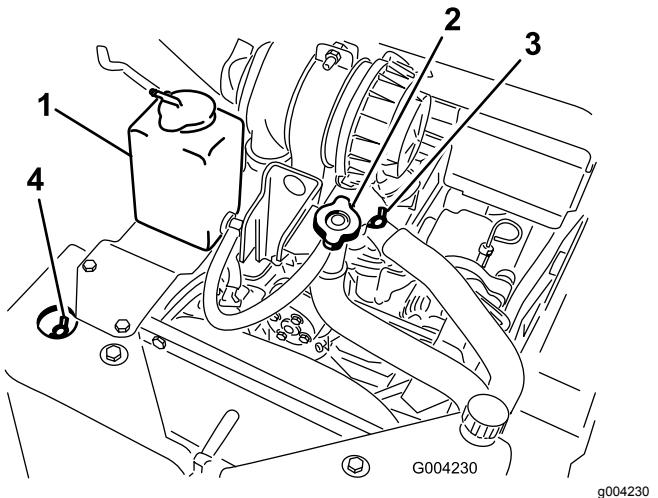

Bild 51
- A. Nehmen Sie den Kühlmittel-Fülldeckel ab (Bild 51).
- A. Öffnen Sie das vordere und obere Entlüftungsventil für das Kühlmittel (Bild 51).
- C. Füllen Sie Kühlmittel in den Füllstutzen ein, bis das Kühlmittel aus dem vorderen Entlüftungsventil für das Kühlmittel tritt (Bild 51).
- D. Schließen Sie das vordere Entlüftungsventil für das Kühlmittel (Bild 51).
- E. Füllen Sie Kühlmittel in den Füllstutzen ein, bis das Kühlmittel aus dem oberen Entlüftungsventil für das Kühlmittel tritt (Bild 51).
- F. Schließen Sie das obere Entlüftungsventil für das Kühlmittel (Bild 51).
- G. Füllen Sie Kühlmittel in den Füllstutzen, bis der Kühlmittelstand am Füllstutzen liegt (Bild 51).
- H. Setzen Sie den Kühlmittel-Fülldeckel auf (Bild 51).